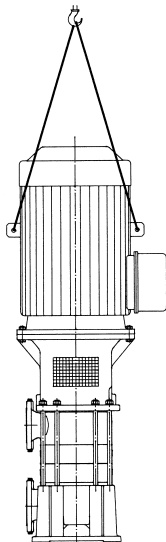

Bild 1
- Das Anheben der Pumpe / des Aggregates darf nur an stabilen Aufhängungspunkten wie Gehäuse, Motorhebeösen, Laterne erfolgen. Bild 1 zeigt die richtige Handhabung bei Krantransport.